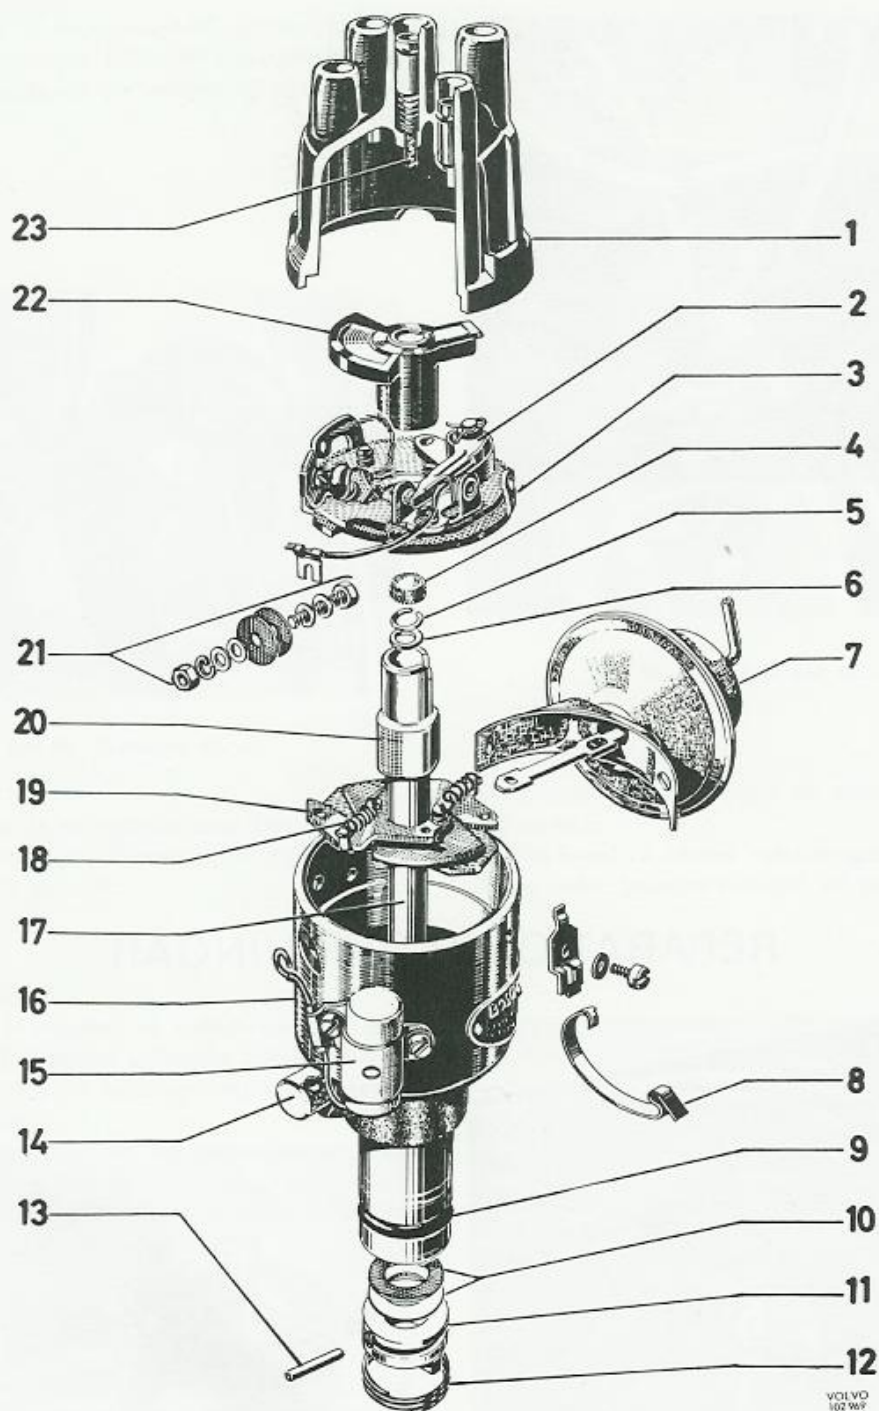

Bild 103. Fördelare B 18 A
3. Koppla loss fjädrarna till centrifugalregulatorn samt märk upp hur brytarkammen sitter i förhållande till fördelaraxeln. Spänn fast brytarkammen i ett skruvstycke med mjuka backar. Slå försiktigt på fördelarhuset med en plastklubba, bild 106, tills låsringen, 5 bild 103, lossnat.